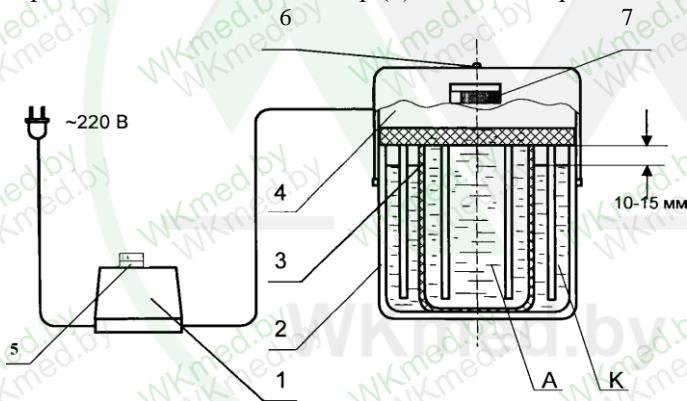

Рис. 1 - Общий вид электроактиватора
4.1 Электроактиватор состоит из четырех основных частей (рис. 1):
- блока питания (1);
- основной ёмкости (2);
- керамического стакана (3), вставляемого в основную ёмкость;
- съёмной верхней крышки (4) с электродами.